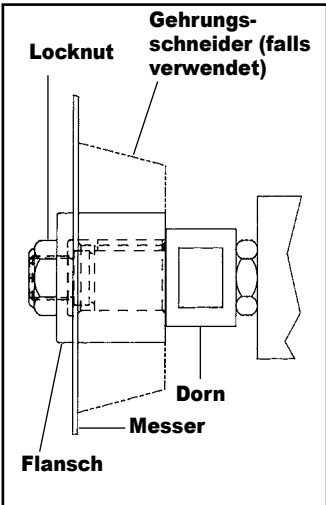

ABB. 3
- Langdorn (zum Schneiden und Abschrägen von PVC-Rohren) – Bauen Sie den Gehrungsschneider (kleine Kante gegenüber dem Motor) oder den Abstandhalter am Dorn (nur zum Schneiden) über dem Schlüssel am Dorn ein. Setzen Sie das Messer am Dornansatz mit $\frac{5}{8}$ " (15,9 mm) Durchmesser (Abb. 3) ein. Bauen Sie den Flansch mit der entlasteten Seite zum Messer hin ein. Schrauben Sie anschließend die Gegenmutter auf. Ziehen Sie, während Sie einen Schraubenschlüssel (im Lieferumfang) an den $\frac{7}{8}$ " Flachseiten des Dorns angesetzt haben, die Gegenmutter des Dorns fest. Das Messer muss vollständig auf dem Dornansatz sitzen und bündig zu Gehrungsschneider oder Dornoberfläche liegen.